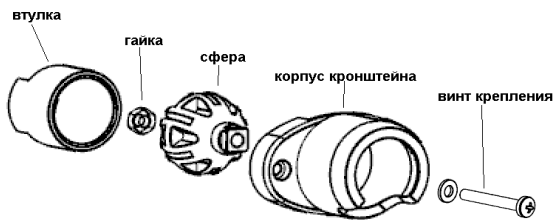

Рисунок 4 – Конструкция кронштейна
- Выбрав место установки, проведите разметку отверстий для монтажа с учетом положения отверстий в кронштейне (рисунок 4) и в основании извещателя, просверлите отверстия в стене.